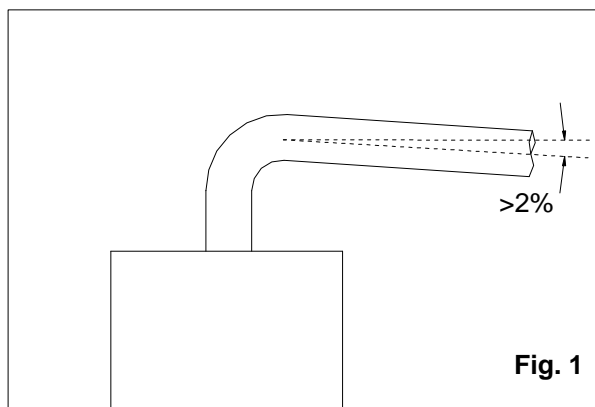

Fig. 1
- c. svitare le viti e rimuovere il piastrino A (vedi fig. 1).
**⚠** Al fine di garantire la funzionalità e l'efficienza dell'apparecchio si deve prevedere per i canali d'aspirazione e scarico, per i tratti orizzontali, una pendenza minima del 2% verso il basso dall'apparecchio verso l'esterno (fig. 1).
Per questo tipo di caldaia sono disponibili le seguenti configurazioni di scarico dei fumi: B22, C12, C32, C42, C52, C82 (vedi Fig. 1).